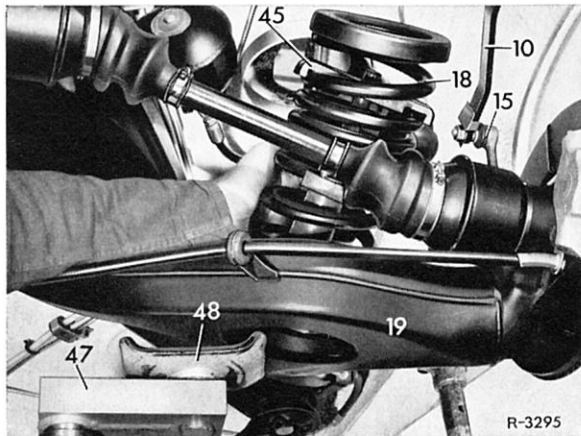

Bild 32–6/4
4 Lift vorsichtig bis zum Berühren des Sicherheitsanschlages für den Schräglenker am Hinterachsträger ablassen und Hinterfeder mit Gummilager (17) herausnehmen (Bild 32–6/4).